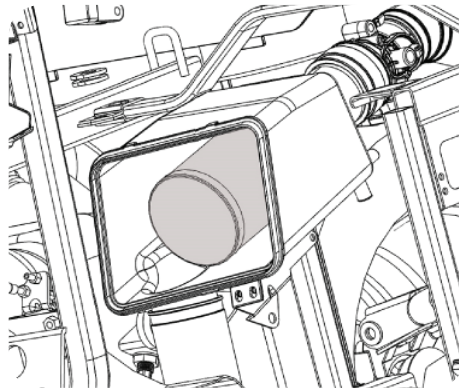

Figure 5-28
- Retirez le filtre à air. Voir Figure 5-28.